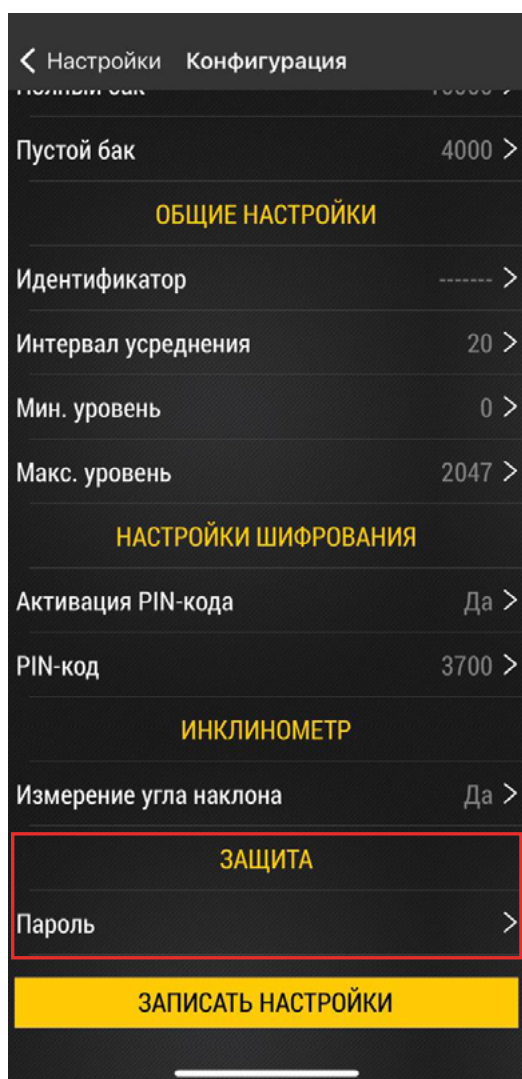

Рис.32. Меню «Конфигурация».
- В меню «Конфигурация» выберите «Защита» (**Рис.32**). Откроется меню активации PIN-кода.